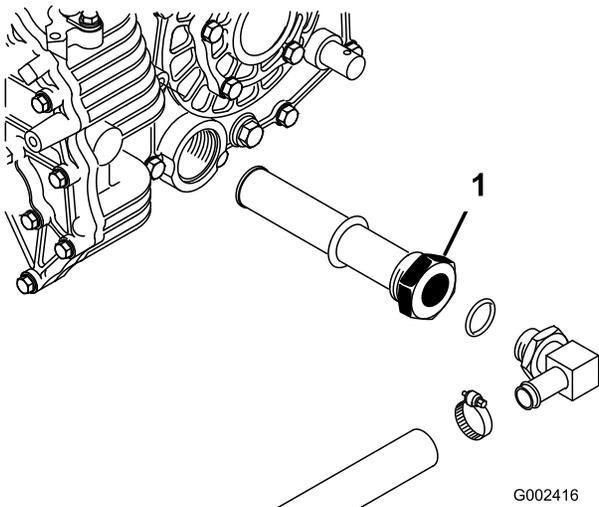

Figura 73
- Repare na posição do tubo hidráulico e no conector de 90° ligado ao filtro de rede do lado do reservatório (**Figura 73**).